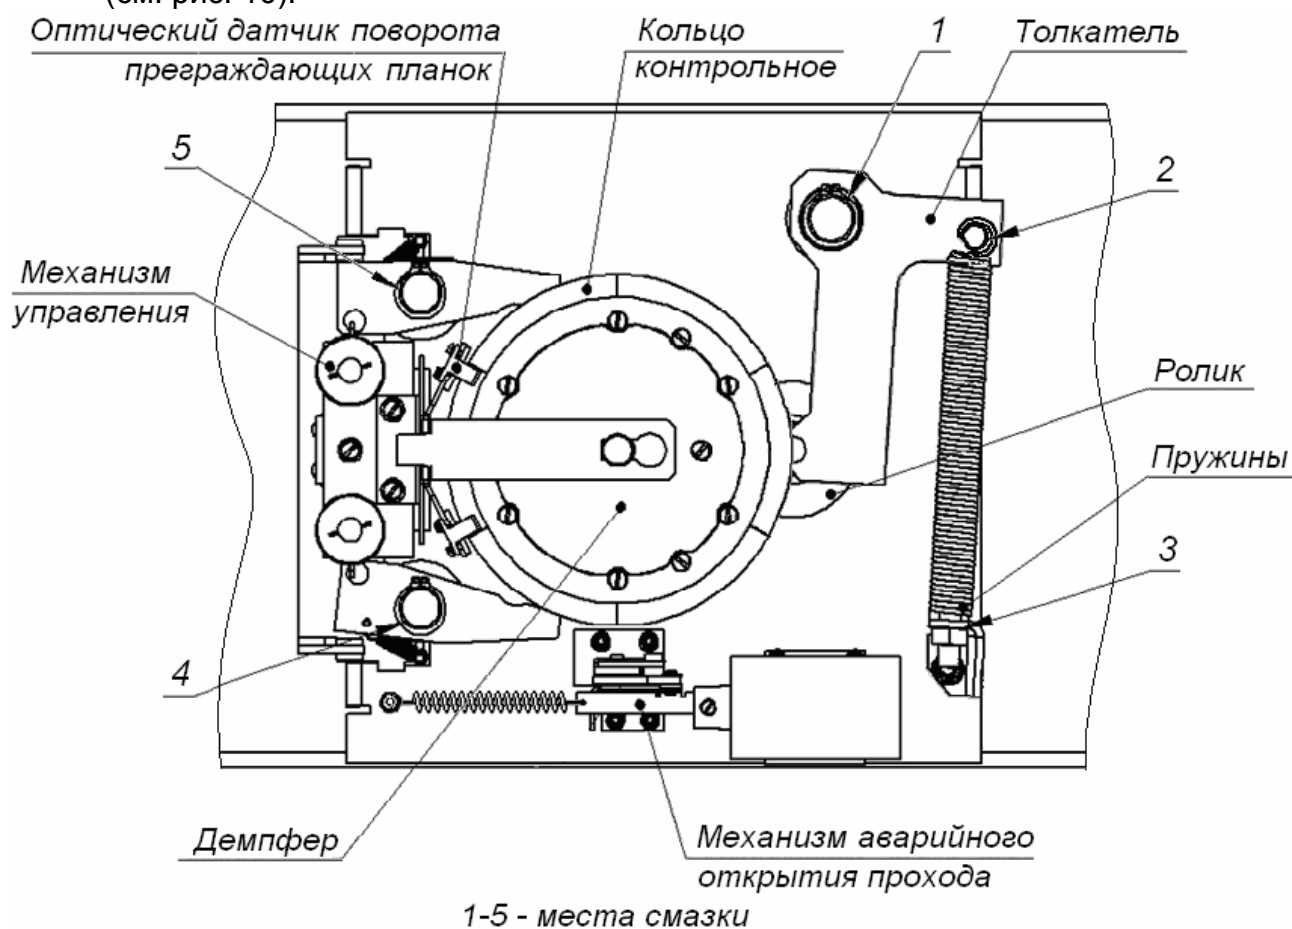

Рисунок 16 Расположение внутренних деталей и узлов механизма турникета
2. Снимите крышку (3) в порядке, указанном в разд. 6.
4. Осмотрите устройство доворота (толкатель, пружины и ролик), оптические датчики поворота преграждающих планок и демпфирующее устройство (см. рис. 16).
6. Выполните смазку узлов трения механизма турникета смазкой ШРУС-4. Не допускайте попадания смазки на поверхность кольца диска контрольного и на ролик. Смазку производите в следующих точках (см. рис. 16).
11. Проверьте крепление преграждающих планок (5) в шарнирных узлах турникета и, при необходимости, подтяните крепежные винты.
13. Установите на место крышку (3) (см. разд. 6) и зафиксируйте ее винтом.